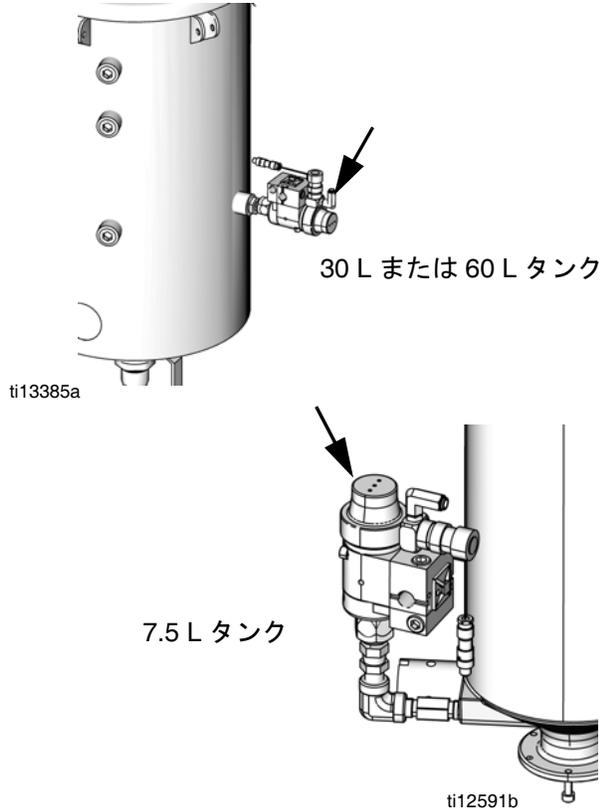

図 7: 側面への取り付け
タンクリフィルキットは、取り外された状態で発送されます。タンクリフィルキットは、タンクの蓋またはタンクの側面に取り付けることができます。図 5 および図 7 を参照してください。
1. 付属のリフィルキット取り付け用 PTFE テープおよび備品を使用して図 7 に示すとおり取り付けして下さい。